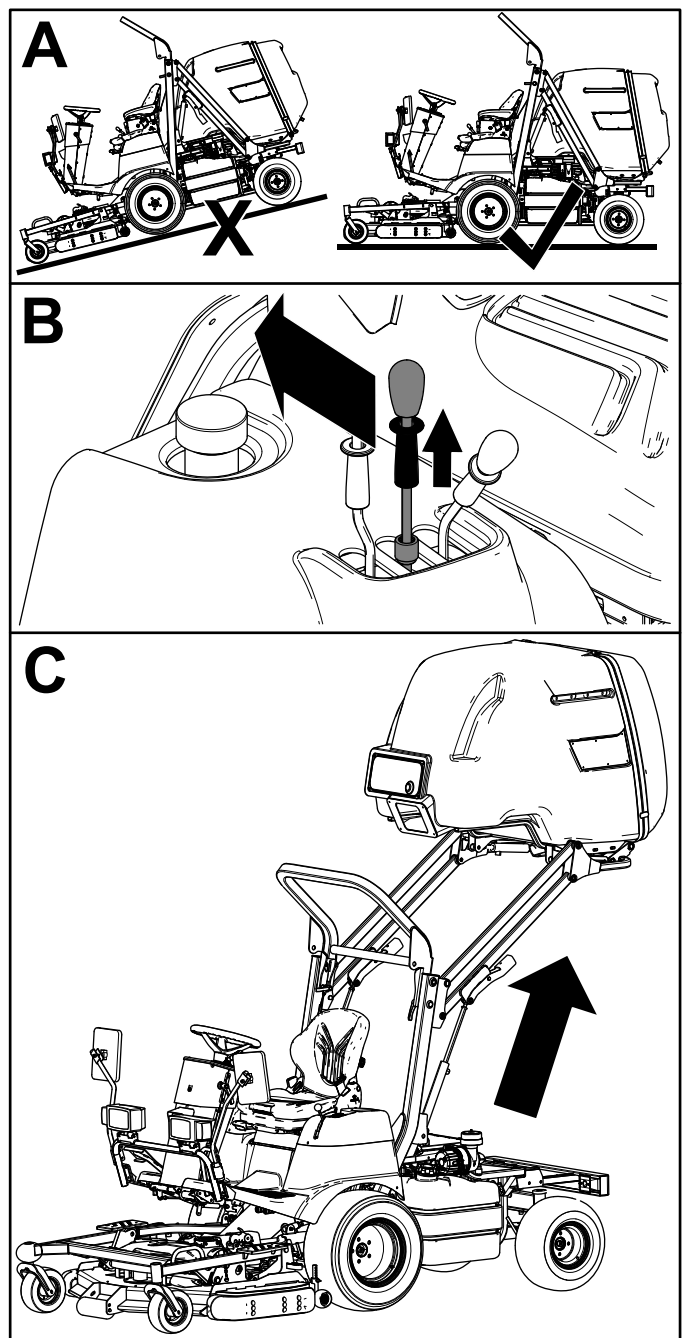

Figura 23
2. Tire hacia arriba del collarín de bloqueo en la palanca de elevación de la tolva y mueva la palanca hacia atrás para elevar la tolva (Figura 23).